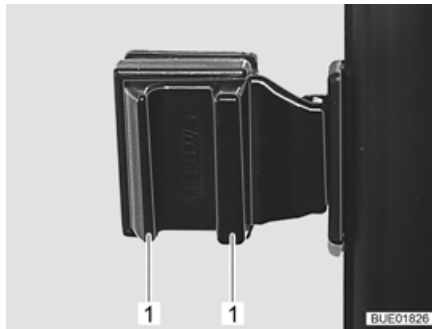

Bild 99 Skjutfönster med trycklås
- Tryck ihop handtagen (Bild 99,1) och håll dem intryckta.